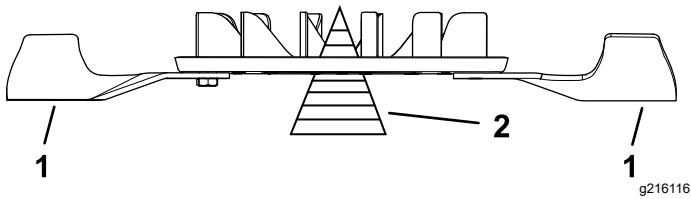

Figura 109
- Verificate il bilanciamento della lama mettendola su un bilanciatore delle lame (Figura 109).